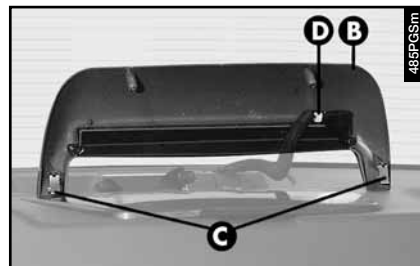

fig. 64
- Desenroscar los dos tornillos que fijan el grupo óptico (B-fig. 64) y quitarlo soltando los dos resortes (C).
- Desempalmar el conector (D-fig. 64) del grupo óptico.
- Empalmar el conector (D-fig. 64).
- Volver a colocar correctamente el grupo introduciendo primero los dos resortes (C-fig. 64) y luego enroscando los tornillos de fijación.